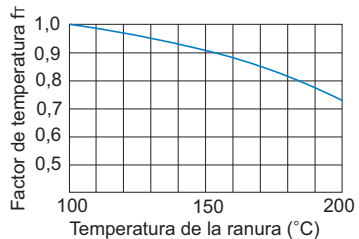

Fig.2 Factor de temperatura (f_T)
- f_T : Factor de temperatura (consulte la Fig.2 **11-6**)
Si la temperatura del entorno que rodea al rodillo plano en funcionamiento supera los 100°C, tenga en cuenta el efecto negativo de las altas temperaturas y multiplique la capacidad de carga básica por el factor de temperatura indicado en la Fig.2.